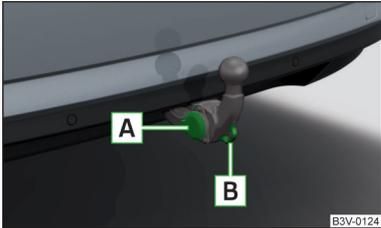

Abb. 305
- › Die Abdeckkappe der Steckdose aufklappen und den Stecker des Anhängers (des Zubehörs) in die 13-polige Steckdose **A** einstecken » Abb. 305. (Wenn der Anhänger/das Zubehör über einen 7-poligen Stecker verfügt, ein entsprechendes Reduktionsstück aus dem ŠKODA Original Zubehör verwenden).